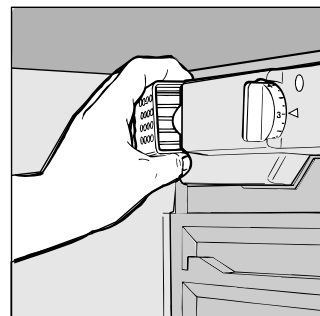

Abb. 4
- Wie tauscht man die Innenlampe aus? Am hinteren Teil des Thermostatengehäuses befindet sich die Birne für die Innenbeleuchtung. Bevor Sie diese austauschen, ziehen Sie den Stecker aus der Steckdose; schrauben Sie hierauf die defekte Birne heraus und ersetzen Sie diese durch eine neue, die nicht stärker als 15 Watt sein darf. (Siehe Abb. 4).